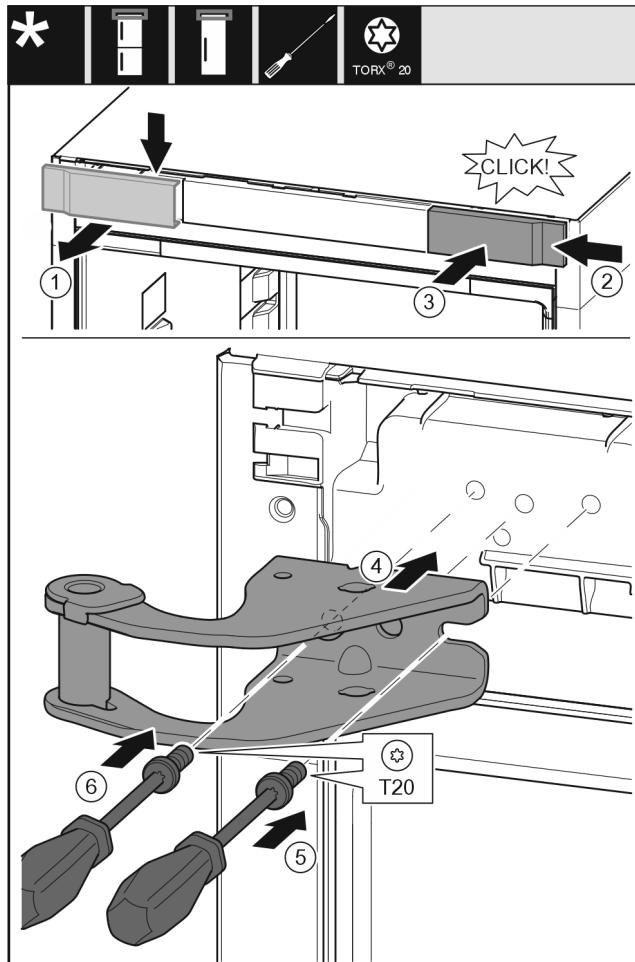

Fig. 9
- Odoberte kryt zhora dopredu. Fig. 9 (1)
- Kryt zaveste na druhú stranu sprava otočený o 180°. Fig. 9 (2)
- Kryt zaklapnite. Fig. 9 (3)
- Nasadťte hornú ložiskovú konzolu. Fig. 9 (4)
- Skrutku nasadťte a pevne zaskrutkujte skrutkovačom T20. Fig. 9 (5)
- Skrutku vložte a pevne zaskrutkujte skrutkovačom T20. Fig. 9 (6)